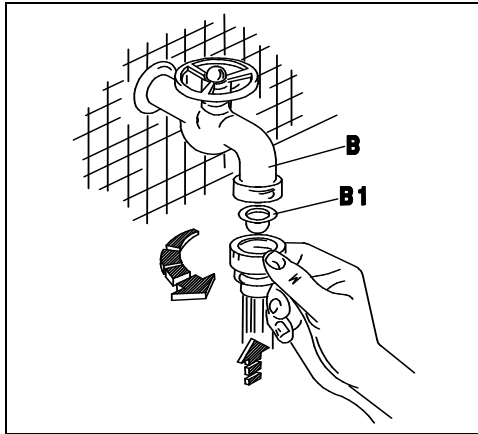
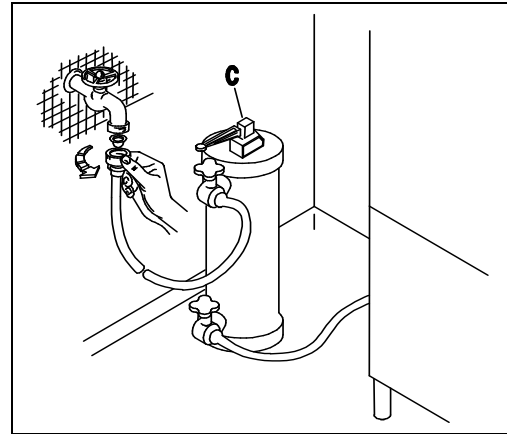
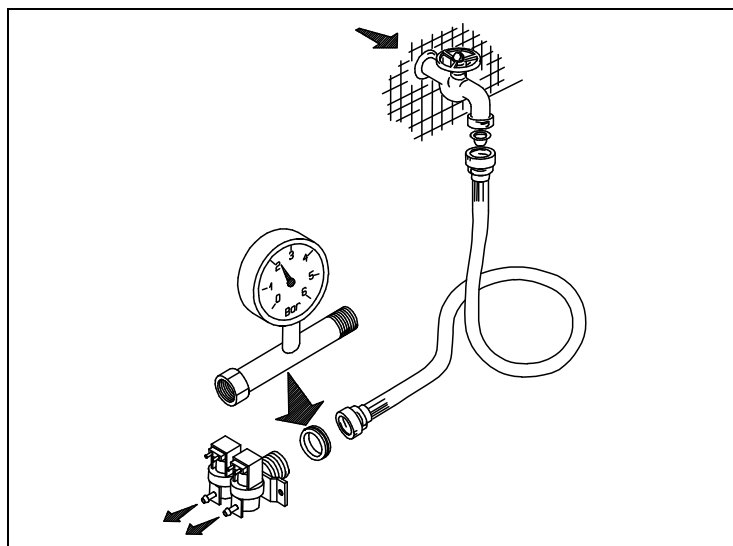
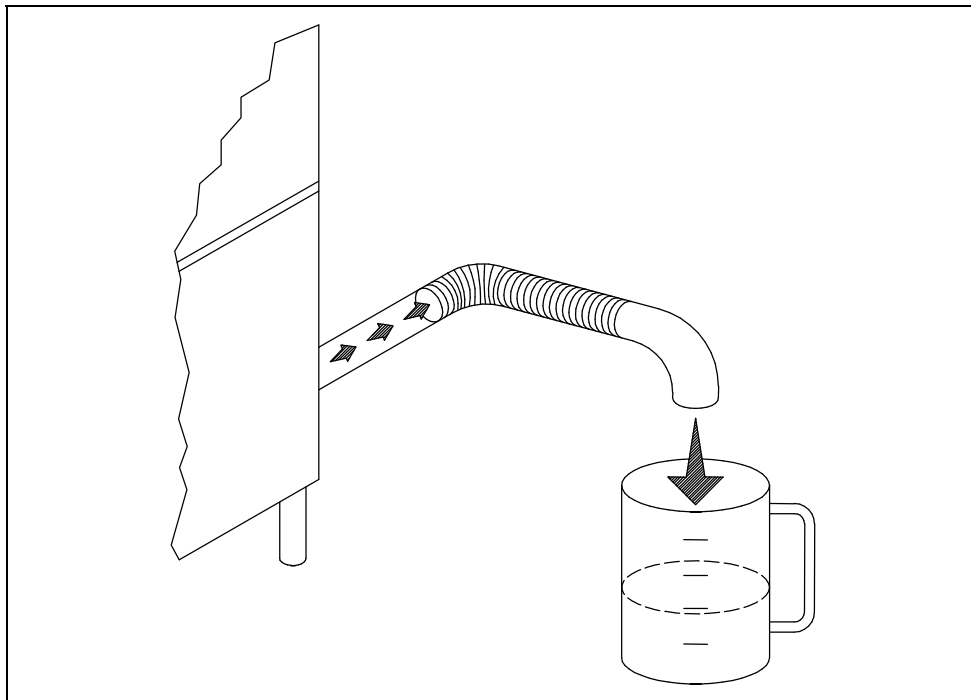

Fig. 2-2
Fig. 2-3
Fig. 2-4
Fig. 2-5
- L'apparechio è previsto per l'allacciamento all'acqua fredda o calda (max. 50 ÷ 55 °C), con una pressione a valvola aperta come indicato nella Tab. 2-1. In caso di pressione superiore alla massima consigliata, bisogna installare un riduttore di pressione. In caso di pressione inferiore alla minima consigliata, bisogna installare una pompa di aumento pressione di max 0.5 Hp, con una portata di 20 L/min ed una prevalenza di 15÷20 mt. Il controllo della pressione deve essere effettuato all'ingresso dell'elettrovalvola (ved. fig.2-4). La condotta dell'acqua deve avere un diametro interno di almeno 16/18 mm (ved. fig.2-5). Collegare il tubo di carico acqua dell'apparechio ad un rubinetto d'intercettazione (B), posto preferibilmente nelle immediate vicinanze dell'apparechio, interponendo l'apposito filtro in dotazione (B1) (ved. fig.2-2). Si consiglia l'installazione di un decalcificatore (C) (non in dotazione), montato a monte dell' elettrovalvola della macchina (ved. fig.2-3).
- The appliance is designed for connection to the cold or hot water supply (max. 50 55°C) at a mains pressure with the valve open as shown in Table 2-1 and a minimum output of 10 litres/min. If pressure exceeds the maximum, fit a pressure reducer. If pressure is lower than the minimum, fit a pressure booster pump of max. 0.5 HP, with an output of 20 litres/min. and a head of 15÷20 metres. Pressure must be measured at the solenoid valve inlet (see fig. 2-4). The water pipes must have an internal diameter of at least 16/18 mm (see fig. 2-5). Connect the appliance water supply pipe to a cut-out tap (B), preferably placed close to the appliance, fitting the special filter provided (B1) (see fig. 2-2). We recommend fitting a water softener (C) (not provided) upstream from the machine solenoid valve (see fig. 2-3).
- Das Gerät ist für den Anschluss an Warm-und Kaltwasser (max. 50-55°C) vorgesehen, wobei der Druck bei offenem Ventil dem in Tab. 2-1. Bei höherem Druck als dem empfohlenen einen Druckminderer installieren. Bei niedrigeren Druck als empfohlen eine Druckerhöhungspumpe mit max. 0,5 PS , einer Förderleistung von 20l/min und einer Förderhöhe von 15-20m installieren. Die Druckkontrolle muss am Eingang des Elektroventils erfolgen (siehe Bild 2-4). Die Wasserleitung muss einen Innendurchmesser von mindestens 16/18 mm aufweisen (siehe Bild 2-5). Den Zulaufschlauch des Gerätes an einen möglichst nahegelegenen Wasserhahn (B) anschliessen und den vorgesehenen Filter (B1) anbringen (siehe Bild 2-2). Der Einbau eines Etkalkers (C) wird empfohlen; dieser gehört nicht zur Ausstattung und muss vor dem Elektroventil der Maschine eingebaut werden. (siehe Bild 2-3).
- L'appareil peut être raccordé à l'eau froide ou chaude (50:55°C max) à une pression, soupape ouverte, comme indiqué dans le tableau 2-1. Si la pression dépasse la pression maximum conseillée, il faut installer un réducteur de pression. Si la pression est inférieure à la pression minimum conseillée, il faut installer une pompe pour faire augmenter la pression de 0,5 Hp max., à un débit de 20 litres /min et à une hauteur d'élévation de 15-20 m. Le contrôle de la pression sera effectué à l'entrée de l'électrovanne (voir fig. 2-4). Les conduites d'eau auront un diamètre interne d'au moins 16/18 mm (voir fig. 2-5). Raccorder la conduite d'arrivée de l'eau de l'appareil à un robinet secondaire (B), installé si possible tout près de l'appareil, après avoir intercalé le filtre spécial fourni (B1) (voir fig. 2-2). Nous conseillons d'installer un adoucisseur (C) (non fourni) qui sera monté en amont de l'électrovanne de la machine (voir fig. 2-3).
- Este aparato se puede alimentar con agua caliente o fría (máx. 50 ÷ 55°C); la presión del agua con válvula abierta está indicada en la tabla 2-1. En caso de que la presión fuera superior a la máxima que se aconseja, instale un reductor de presión; si fuera demasiado baja, instale una bomba de aumento de presión de 0,5 Hp (máximo), con un caudal de 20 litros por minuto y una altura de elevación de 15 a 20 m. El control de la presión se debe efectuar en la entrada de la electroválvula (véase fig. 2-4). La tubería del agua debe tener un diámetro interior de 16-18 m. por lo menos (véase fig. 2-5). Conecte el tubo de alimentación del agua del aparato a un grifo de paso (B), que irá montado preferentemente muy cerca del aparato, tras interponer el filtro (B1) del equipamiento base (véase fig. 2-2). Es aconsejable instalar un descalcificador (C) (que no forma parte del equipamiento base). El descalcificador irá montado antes de la electroválvula de la máquina (véase fig. 2-3).